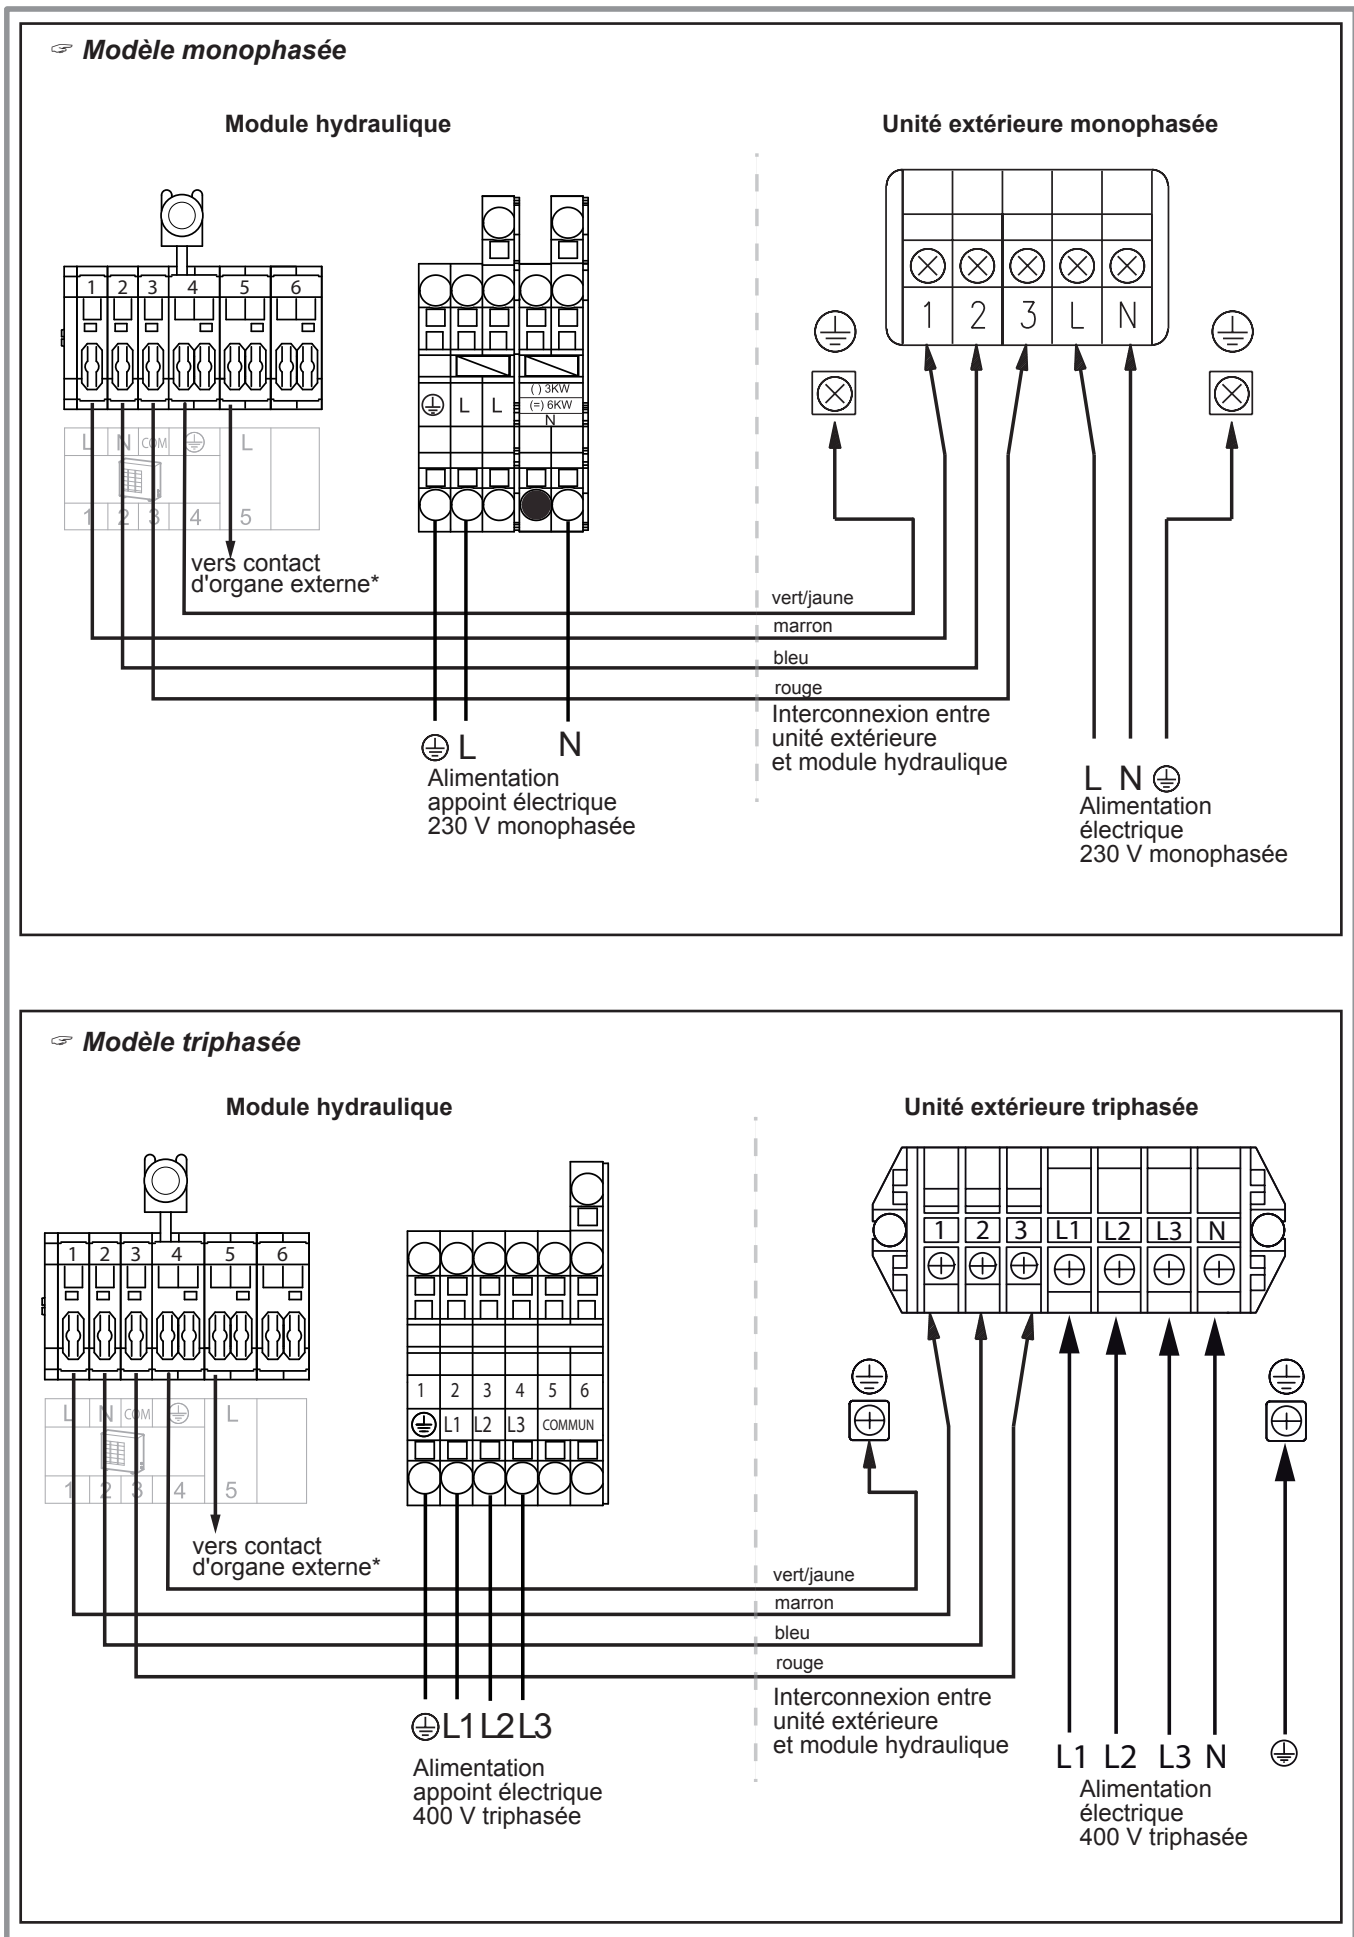

figure 38 - Raccordement aux borniers et relais de puissance
- Effectuer les raccordements suivant le(s) schéma(s) (figure 38, page 37).
- Effectuer les raccordements suivant le schéma (figure 38).